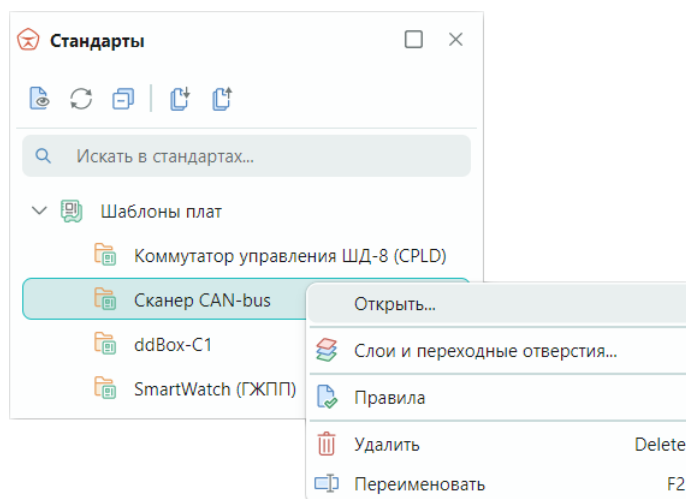

Рис. 159 Вызов редактора шаблона платы
2. Вызовите контекстное меню и выберите команду «Открыть...» или дважды кликните по названию шаблона, см. Рис. 159.